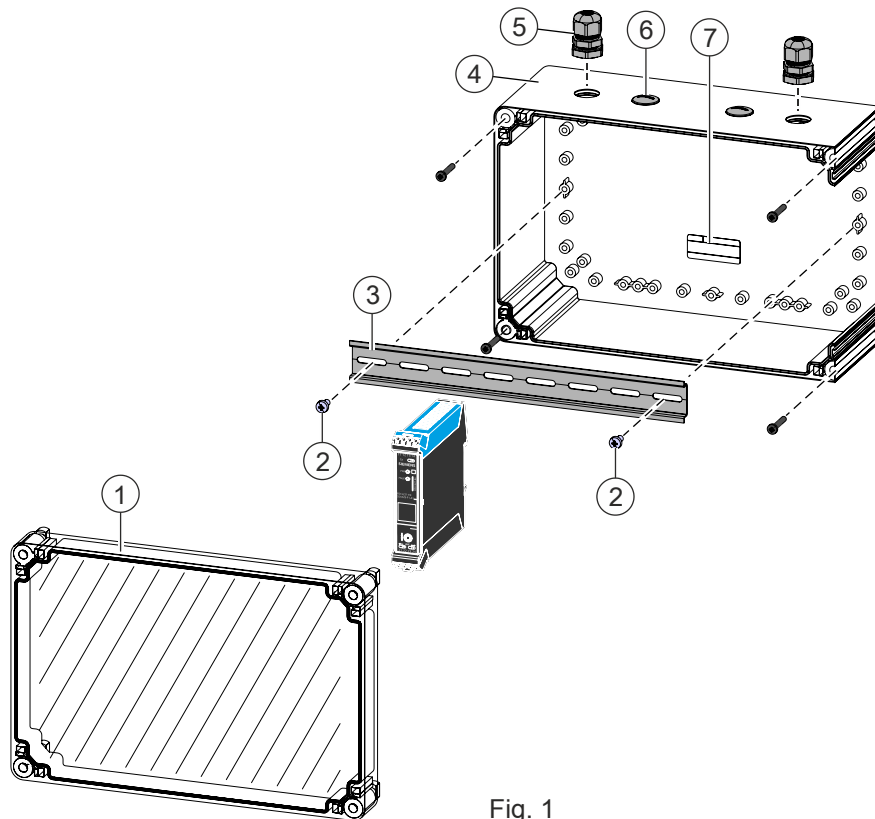

Fig. 1
**Mounting (Fig. 1)**
1. Secure the supplied U-rail (3) TS35 in the housing (4) with two screws (2).
2. Install the housing (4) on a level surface with four screws.
3. Install the line adapters (Ex) FDCL221-Ex on the U-rail (3) TS35 using the supplied end brackets. Observe the minimum creepage distances according to document A6V10349626.
Close the housing (4, Fig. 1) with the housing cover (1, Fig. 1) once the installation work is complete.
**Montage (Fig. 1)**
1. Befestigen Sie die mitgelieferte Hut-Tragschiene TS35 (3) mit zwei Schrauben (2) im Gehäuse (4).
2. Montieren Sie das Gehäuse (4) mit vier Schrauben auf eine plane Oberfläche.
3. Montieren Sie die Linienadapter (Ex) FDCL221-Ex mit den mitgelieferten Endwinkeln auf die Hut-Tragschiene TS35 (3). Beachten Sie hierbei die Mindest-Kriechstreckenabstände nach Dokument A6V10349626.
Verschließen Sie nach Abschluss der Installationsarbeiten das Gehäuse (4, Fig. 1) mit dem Gehäusedeckel (1, Fig. 1).